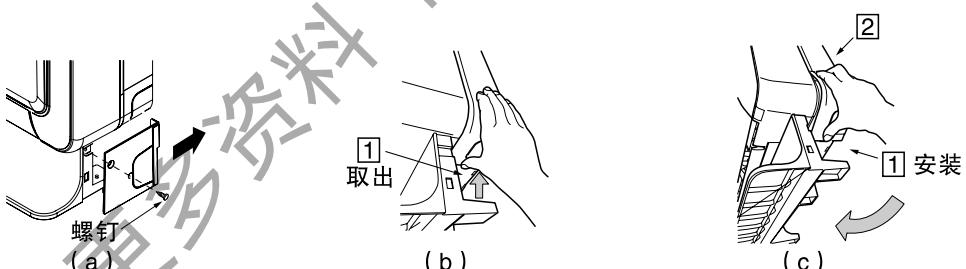

图10
(3) 边盖板的拆卸和安装方法，见图10。
- 按压边盖板①处，将边盖板取出；
- 安装时，先安装②部，并以②部为圆心按箭头方向旋转，直到①卡爪安装到位。